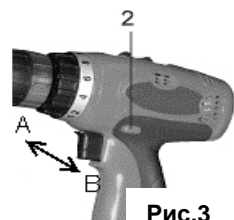

Рис.3
2. Установка направления вращения (рис.3).
Крайние положения переключателя определяют направление вращения по часовой (А; рис.3) и против часовой стрелки (В; рис.3).